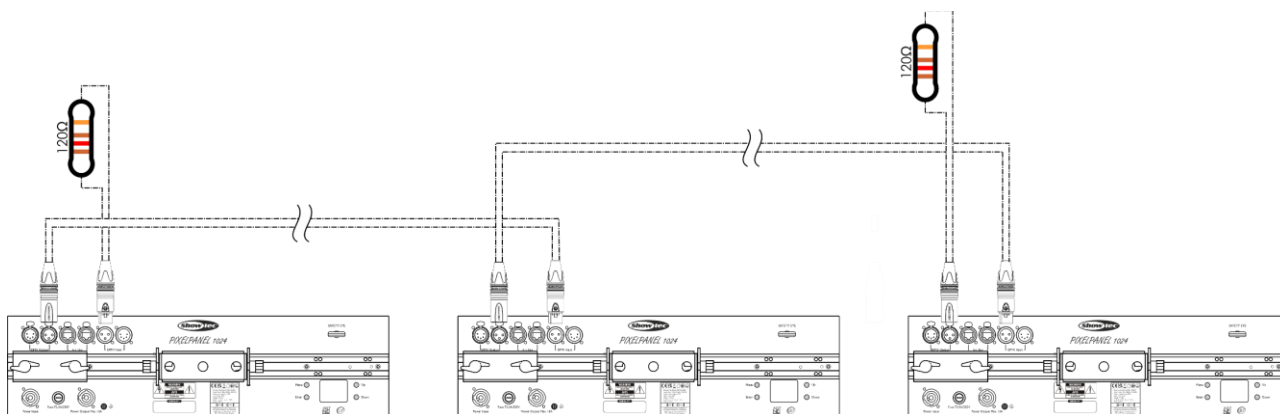

Abb. 06
- 02) Wiederholen Sie Schritt 1, um die gewünschte Anzahl an Geräten wie in Abb. 06 zu verbinden.